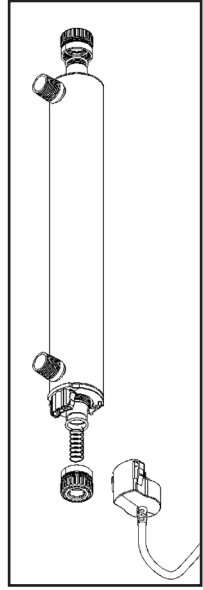

FIGURE 3A
c) Enlever les écrous de retenue des deux extrémités de la chambre du réacteur, (Figure 3A), tout en vérifiant le ressort flottant qui se retrouve dans le manchon de quartz au bout opposé du connecteur. (Veiller à ne pas laisser tomber le manchon de quartz).